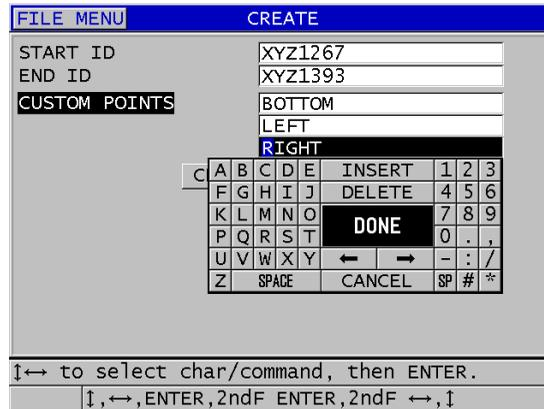

Abbildung 11-6 Konfiguration des ID-Bereichs für Zählfolgen mit Zusatzpunkten
3. Verfahren Sie auf der zweiten Seite des Fensters **ERSTELLEN** (siehe Abbildung 11-6 auf Seite 194) wie folgt: